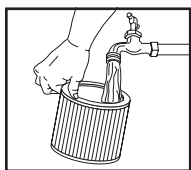

FIGURA 14
20. O enjuague el mismo (desde el interior del filtro) con agua. **FIGURA 14.** Seque completamente (aproximadamente 24 horas).